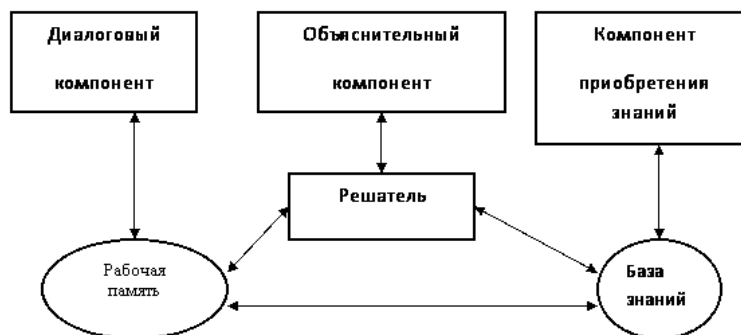

Рис. 2.1. Структурная схема экспертной системы
3.3. Структура экспертных систем (Рис. 2.1) состоит из следующих основных компонентов: решателя (интерпретатора); рабочей памяти (РП), называемой также базой данных (БД); базы знаний (БЗ); компонентов приобретения знаний; объяснительного компонента; диалогового компонента.